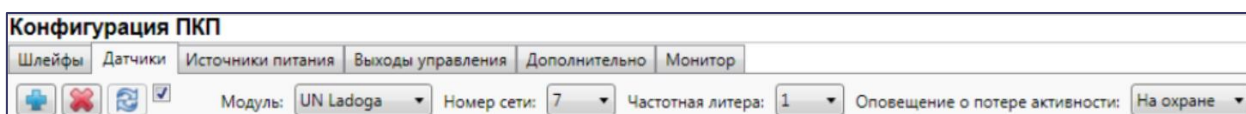

Рис. 5.32. Вкладка датчики (основные параметры радиосистемы *Ладоба-РК*)
В верхней части вкладки *Датчики* (Рис. 5.32) осуществляется выбор радиосистемы с помощью раскрывающегося списка *Модуль*. В списке выберите модуль UN Ladoga и дождитесь, пока программа *Конфигуратор Профессионал* запишет модуль расширения в конфигурацию контроллера.
Далее верхней части вкладки *Датчики* (Рис. 5.32) задайте следующие параметры радиосистемы *Ладоба-РК*:
1. На вкладке *Датчики* нажмите кнопку  (см. Рис. 5.32).